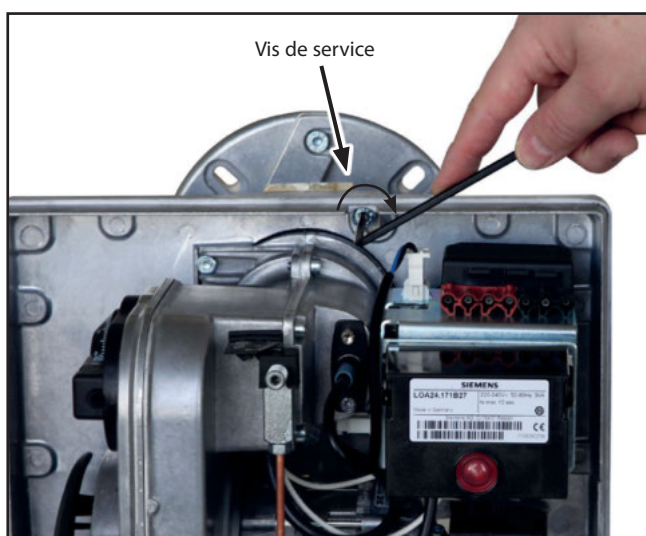
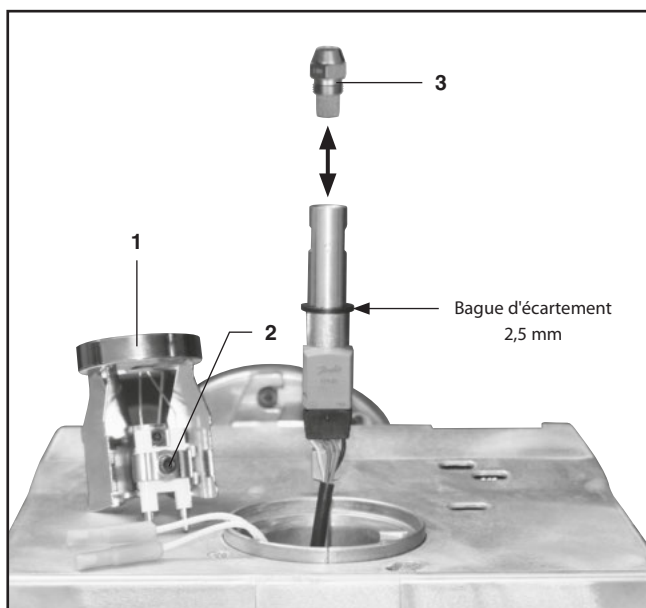

Figure 8
Figure 9
Desserrer la vis de service d'un demi tour à l'aide d'une clé six pans creux (cf. Fig. 8). Faire pivoter le brûleur vers la gauche et le dégager du tube de combustion. Le mettre ensuite en position d'entretien (cf. Fig. 9).
- A l'aide d'une clé à six pans creux de 4 mm, dévisser la vis (2) et retirer l'accrocheur de flamme (1) (Cf. fig. 9).
- Choisir un nouveau gicleur (3) selon la puissance nécessaire (voir le tableau en page 9).
- Enlever le gicleur (3) et visser le nouveau gicleur (Cf. fig. 9).